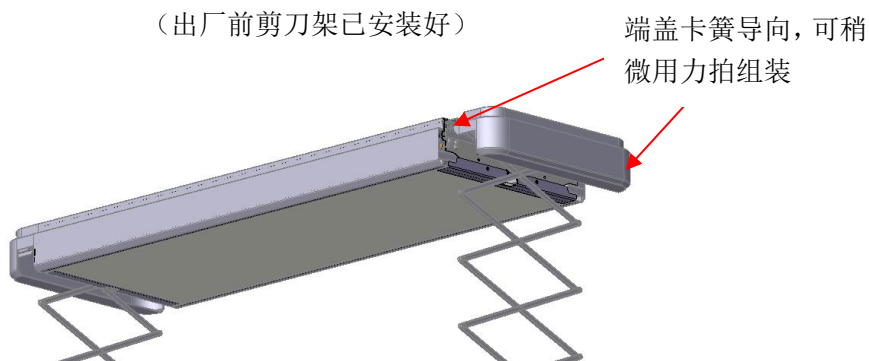

图 7
- 7、安装端盖：安装整个机器后（如图 7），将端盖装上（**注意导向作用**）（如图 7 所示）